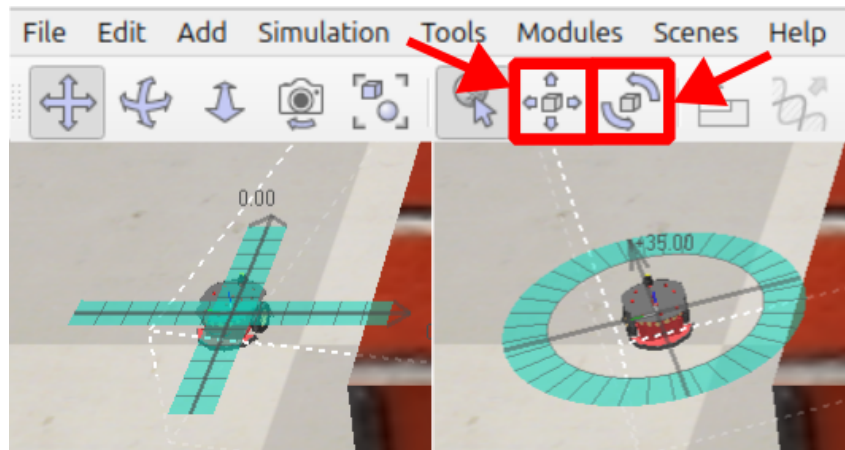

Figura 2: Herramientas de desplazamiento y giro en el editor de Coppelia.
2. Una vez que consigas realizar el seguimiento del pasillo (ver Figura ??), establece varias condiciones iniciales diferentes cambiando la ubicación inicial del robot antes de comenzar la simulación, tanto en su posición como en su orientación. Para realizar esto, en la escena de Coppelia, antes de comenzar la simulación, utiliza la herramienta de mover (ver Figura 2) y selecciona el robot para moverlo, y también puedes usar la herramienta de giro para modificar su orientación inicial. Representa y explica el efecto del seguimiento del camino bajo distintas condiciones iniciales.